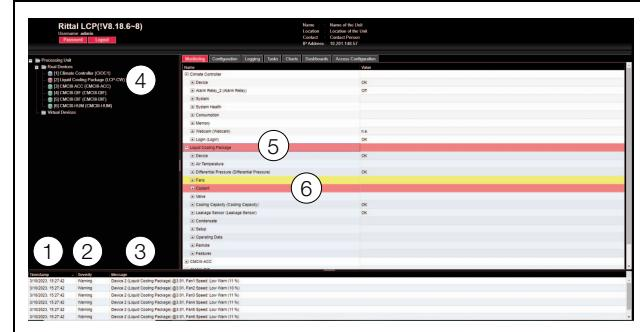

Abb. 131: Aufbau der Meldungsanzeige
1. Timestamp: Datum und Uhrzeit, wann der Fehler aufgetreten ist (Abb. 131, Pos. 1).
2. Severity: Schwere des aufgetretenen Fehlers. Es wird unterschieden zwischen Warnungen („Warning“) und Alarmen („Alarm“) (Abb. 131, Pos. 2).
3. Message: Fehlermeldung im Klartext (Abb. 131, Pos. 3).
- Linker Bereich (Navigationsbereich): Das Symbol vor der Komponente, an der der Fehler aufgetreten ist, wird im Navigationsbereich bei einer Alarmsmeldung rot, bei einer Warnmeldung gelb eingefärbt (Abb. 131, Pos. 4).
- Rechter Bereich (Konfigurationsbereich): Auf der Registerkarte **Monitoring** wird die gesamte Komponente sowie der spezielle Parameter, für den die Warnung bzw. der Alarm anliegt, rot bzw. gelb eingefärbt (Abb. 131, Pos. 5 und 6).